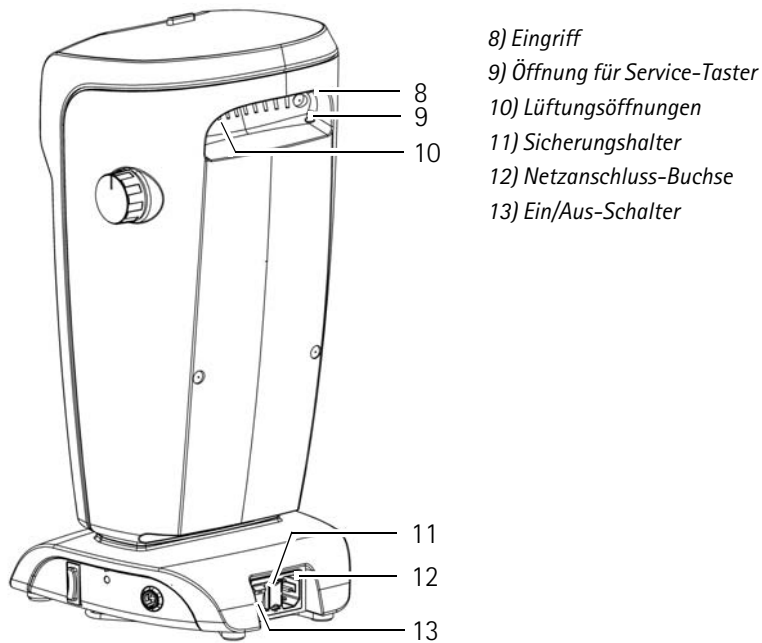

Fig. 6-2: Rückansicht
- ➔ Nehmen Sie das Binoptometer® 4P aus der Verpackung. Fassen Sie es dazu am Eingriff (*Abb. 6-2, Seite 11, Pos. 8*) an.